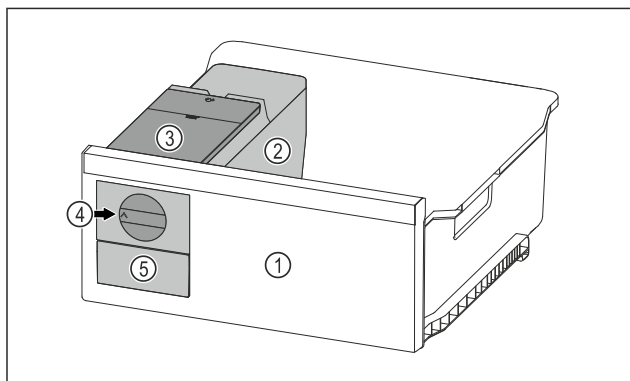

Fig. 74 Vejledende illustration
- ▶ Drej drejeknappen *Fig. 74 (4)* med uret indtil anslaget.
- ▷ Isterninger falder ud af isterningebakken og ned i isterningskuffen *Fig. 74 (5)*.